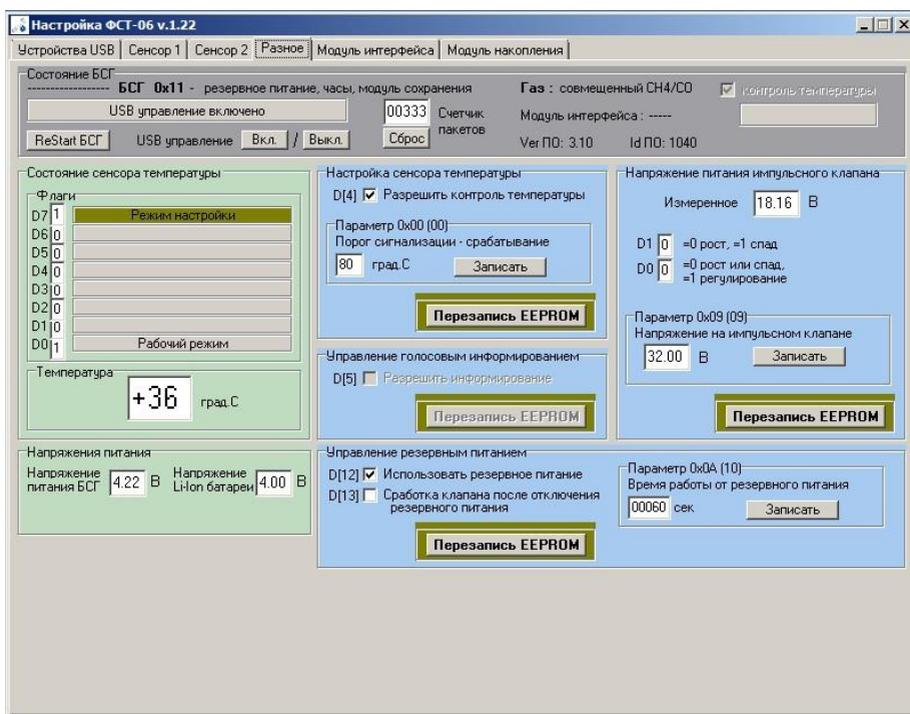

Рисунок. 8.5 Вид окна программы закладка Разное
8.6. Вид окна при настройке БСГ закладка Разное показан на рис. 8.5. Отображается текущая температура внутри корпуса БСГ, при наличии сенсора температуры; напряжение питания и напряжение резервной Li-Ion батареи, при ее наличии.